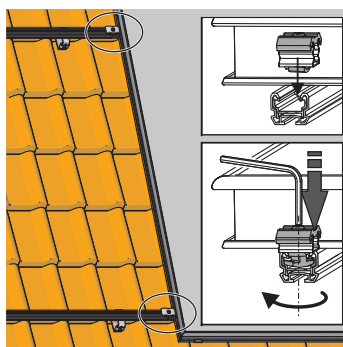

Bild 3-20 Doppelklemmstein einsetzen
1. Doppelklemmsteine in die obere sowie untere Montageprofilschiene einsetzen, mit dem auf die Schraube aufgesetzten Innensechskantschlüssel nach unten drücken und diesen ca. 45° im Uhrzeigersinn verdrehen (damit das untere Klemmprofil in die Klemmposition gelangt) (Bild 3-20).